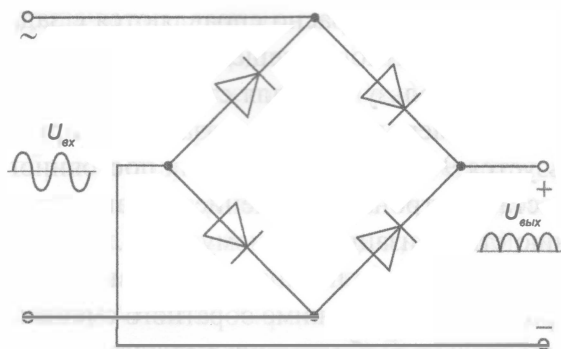

Рис. 9.7. В мостовом выпрямителе четыре диода преобразуют переменное напряжение или ток в постоянное напряжение или ток
- » **Двухполупериодное выпрямление.** Соединив четыре диода в схему, называемую *мостовым выпрямителем*, вы получаете возможность преобразовывать и верхнюю, и нижнюю (относительно 0 В) полуволны напряжения переменного тока в пульсирующий постоянный ток (рис. 9.7). Такой *двухполупериодный выпрямитель* является первым каскадом в схеме *линейного источника питания*, который преобразует напряжение источника переменного тока в стабилизированное напряжение постоянного тока.